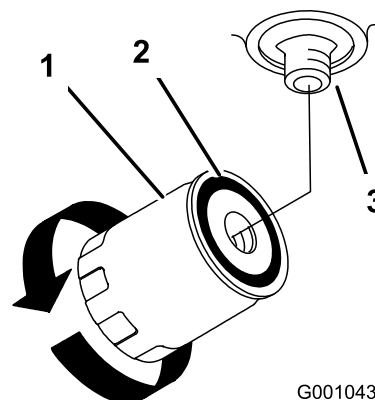

Figure 51
4. Localisez le filtre sous la base du moteur et placez un bac de vidange dessous (Figure 51).
5. Déposez le filtre usagé et essuyez la surface du joint de l'adaptateur (Figure 51).
9. Quand le filtre hydraulique est plein, tournez le filtre à huile dans le sens horaire jusqu'à ce que le joint touche l'adaptateur, puis donnez un 1/2 tour supplémentaire (Figure 51).